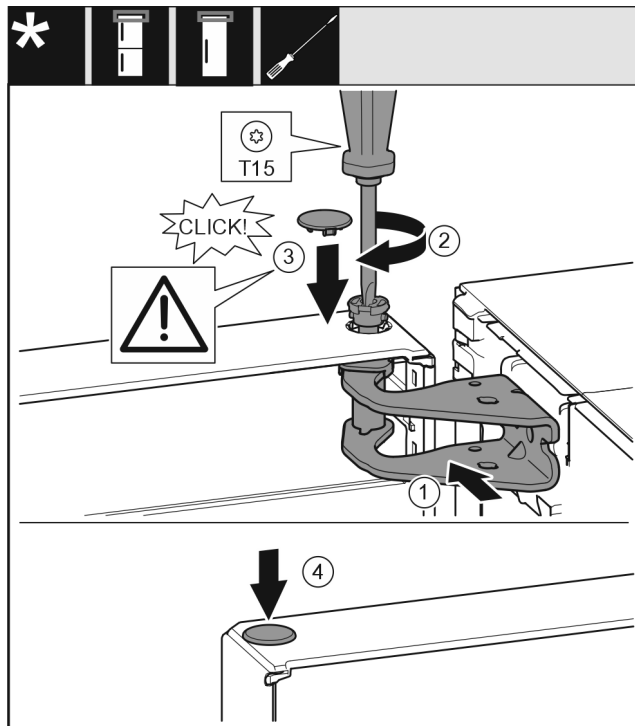

Fig. 19
- ▶ Igazítsa be az ajtót fent a csapágybak Fig. 19 (1) nyílásához.
- ▶ Helyezze be a csapszeget Fig. 19 (2), és húzza meg csavarhúzóval.
- ▶ Helyezze be a fedelet Fig. 19 (3).
- ▶ Ellenőrizze, hogy a fedél Fig. 19 (3) felfekszik-e az ajtóra.
- ▶ Helyezze be a fedelet Fig. 19 (4).